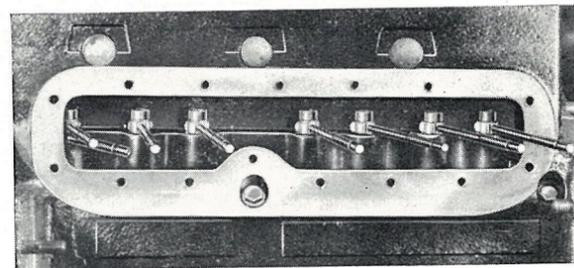

FIG. 16
10. Enlever le couvercle des poussoirs et maintenir ces derniers en place à l'aide des pinces FT 140 (fig. 16) afin d'éviter qu'ils ne tombent dans le carter lorsqu'on enlève l'arbre à cames.